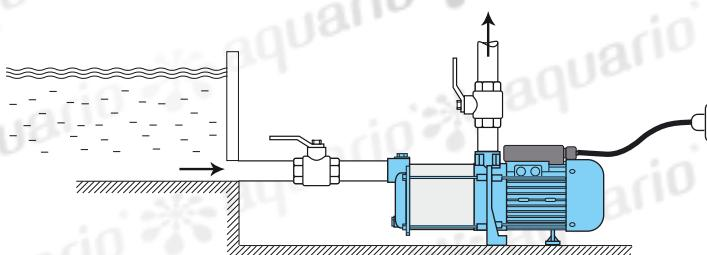

рис. 2
- Повышение давления воды, поступающей в насос самотеком (из магистрального водопровода или емкости, расположенной выше уровня установки насоса). Рис.2